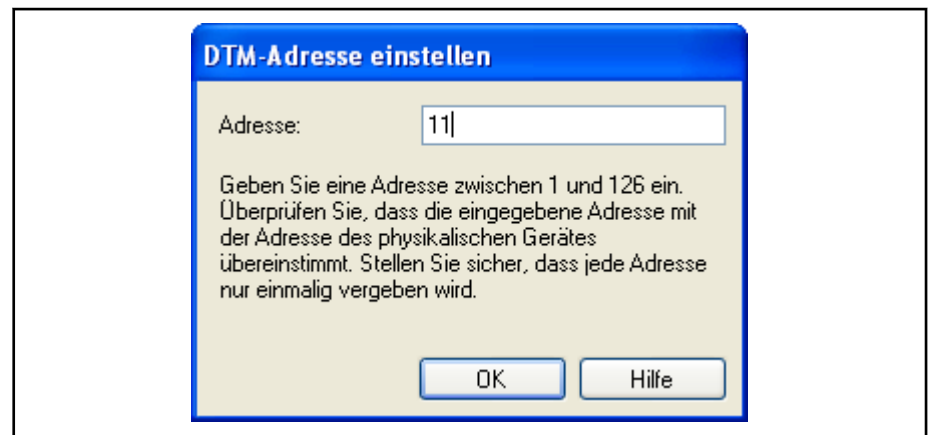

Abb.5-145: Adresse des DTM einstellen
3. Wählen Sie bei dem DTM **"Parameter aus Gerät laden"** aus (siehe Abb. 5-145 "Parameter aus dem Gerät laden" auf Seite 174)